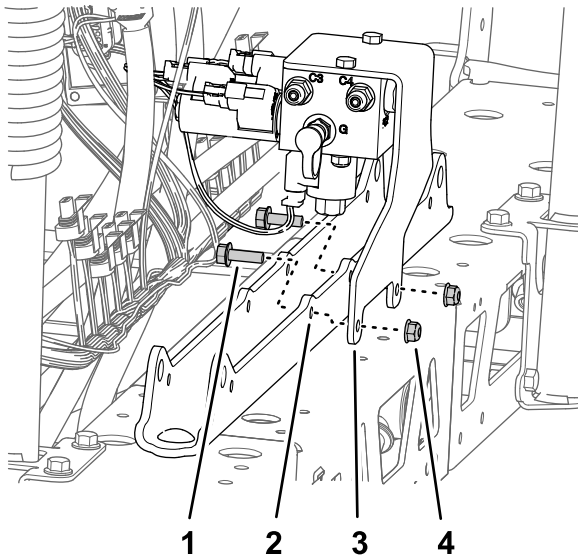

Figura 96
- A. Alinee los orificios del soporte del distribuidor de elevación con los orificios del soporte de los cilindros (Figura 96).
- B. Monte el soporte del distribuidor en el soporte de los cilindros (Figura 96) con los 2 pernos con arandela prensada (5/16" x 1") y la contratuerca con arandela prensada (5/16") que retiró en el paso 1 de Retirada del distribuidor de